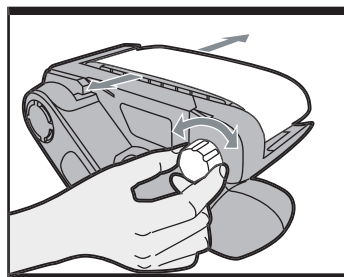

Fig 5
Tournez la machine sens dessus dessous, tenez la fermement d'une main et faites la démarrer puis relâchez la détente de marche/arrêt aussitôt que vous remarquerez un centrage permanent de la bande. Si la courroie se déplace vers l'extérieur, tournez le bouton de réglage d'alignement (6) en sens antihoraire, et en sens horaire si la bande se déplace vers l'intérieur (se référer à la Figure 5). Réglez l'ajustement pour que le bord de la courroie soit aligné sur le rebord de la base. La durée de vie des courroies sera de beaucoup supérieure si leur alignement est gardé.